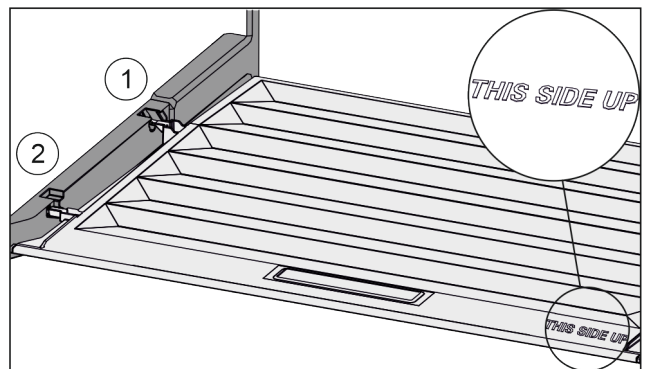

Fig. 102
- ▶ Пъхнете шийките на капака през отвора в задния държач Fig. 102 (1) и фиксирайте отпред в държача Fig. 102 (2).